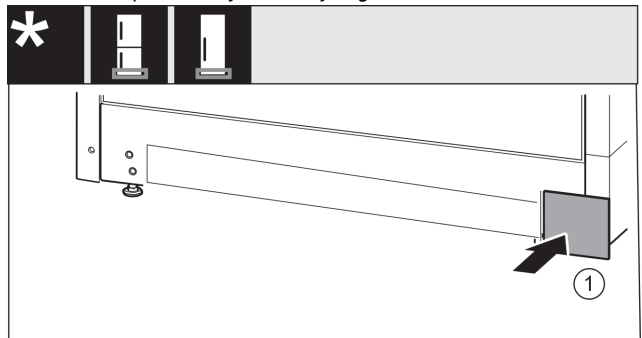

Fig. 17
- ▶ Oblogo ponovno namestite na drugi strani. *Fig. 17 (1)*